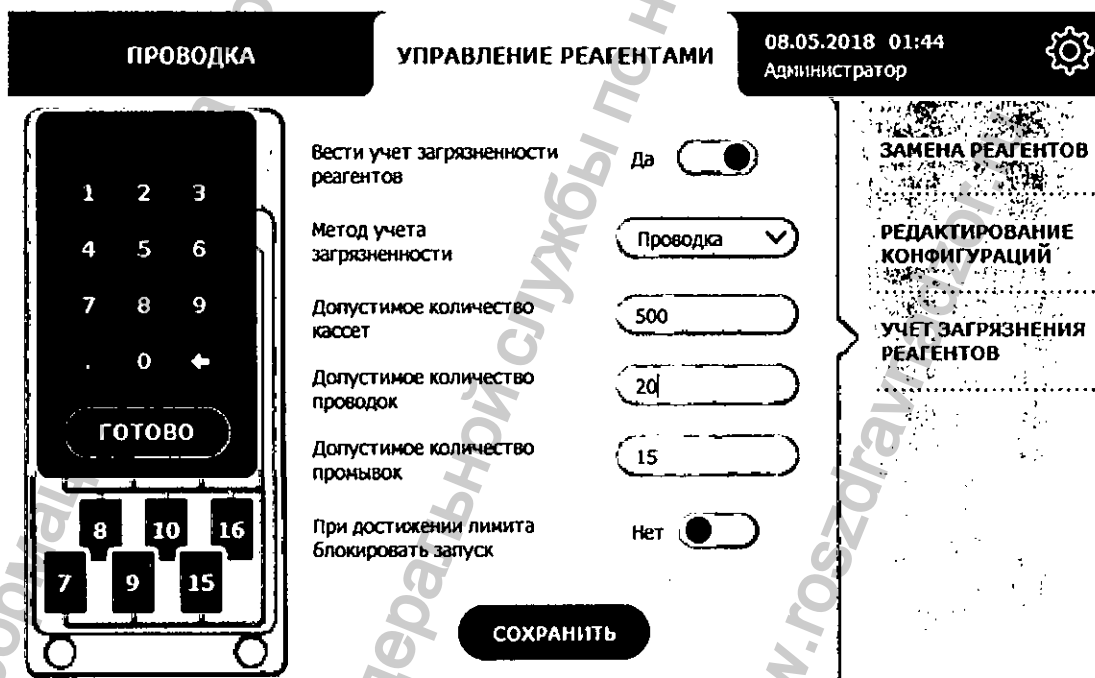

Рисунок 3.93. Ввод допустимого количества проводок
4. При использовании метода учета загрязненности **Проводка** введите допустимое количество проводок, используя экранную клавиатуру (рисунок 3.93). Для подтверждения ввода нажмите кнопку **Готово**.